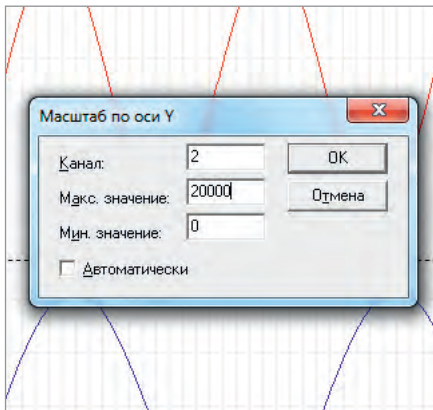

Рис. 14. Окно «Масштаб по оси Y»
2. В диалоговой панели Масштаб по оси Y снять флажок Автоматически (рис. 14). Затем ввести номер трассы в поле Канал, требуемые минимальное и максимальное значения в соответствующие поля и нажать ОК. Область отображения трассы для